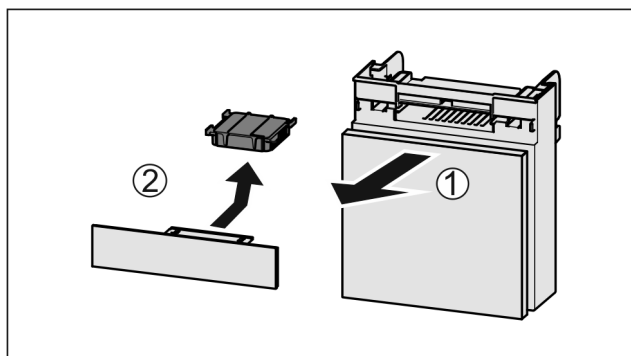

Fig. 76
- ▶ Zásuvku vytáhněte dopředu Fig. 76 (1).
- ▶ Filtr s aktivním uhlím vyjměte Fig. 76 (2).